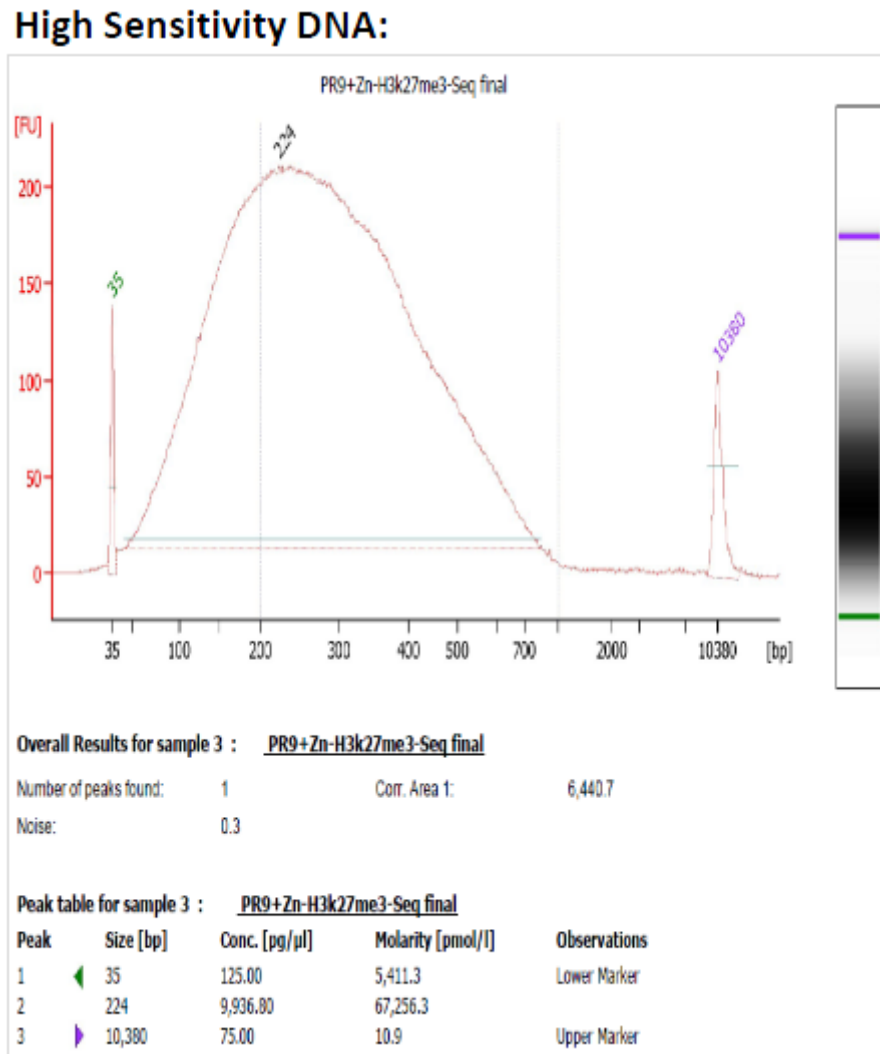

图 2. Agilent BioAnalyzer DNA 1000 chip 对 CHIP DNA 分析结果示意图
6.4 用 Picogreen assay (Invitrogen Q-bit) 和 Agilent BioAnalyzer DNA 1000 chip (见图 2) 分别对 DNA 的浓度进行测定，之后样品置于-20 °C 保存或进行后续分析。